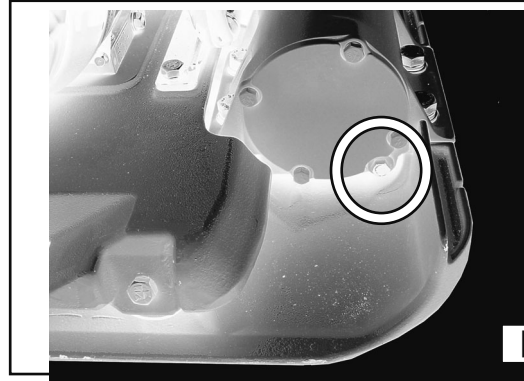

図 2
- 6 本機を水平にして起振体のオイルレベルプラグを外し、起振体オイルが口元まで入っているか確認してください。オイルレベルプラグは起振体ケース右側面(反ベルト側)にあります。(図2)